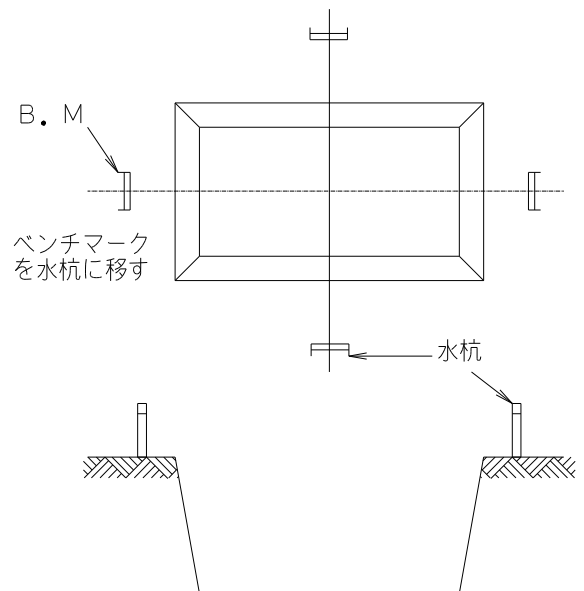

図1
④—2 水盛遣方
- ① 工事に掛かる前に、設置位置の縄張りをしてスペースの確認をしてください。
- ② 工事の邪魔にならない位置に水杭を打ち込み、芯出し作業や高さのチェックに備えてください。
- ③ 設計地盤（ベンチマーク）を事前に確認してください（図1参照）。